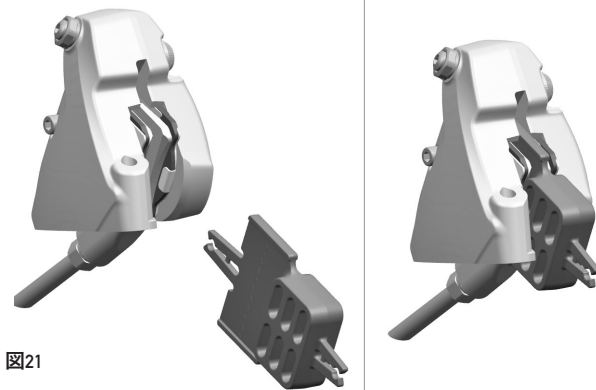

図21
- ・ ホイールを自転車から外す場合は、輸送用ツール（図21）を装着してください。ブレーキ・レバーを誤って動作させると、両側のブレーキ・パッドが接触し、ディスク・ローターを装着することができなくなります。